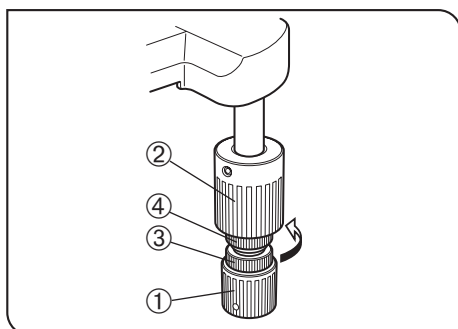

Рис. 27
**3 Регулирование усилия вращения ручки оси X и Y** (Рис. 27)
1. Придерживая ручку оси X ①, поднимите вверх ручку оси Y ② для доступа к регулировочным ручкам.
2. Вращение регулировочной ручки оси X ③ или регулировочной ручки оси Y ④ по часовой стрелке (в направлении стрелки) увеличивает усилие вращения, а против часовой стрелки – уменьшает его.